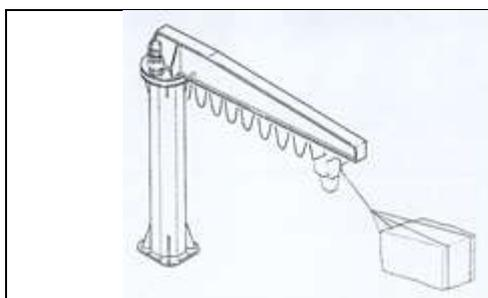

fig. 51
- **Dans les manœuvres de levage** l'opérateur devra éviter de poser le crochet sur le sol ou sur les charges à soulever, afin de ne pas provoquer le desserrage de la chaîne. L'opérateur doit absolument éviter de faire des tractions obliques avec la chaîne, qui sont toujours dangereuses et difficiles à contrôler. (fig. 51).